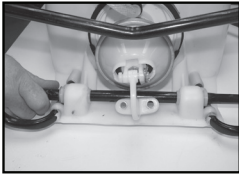

**Figura 1**
- 2) Quite las 2 roscas que sujetan la palanca del pivote con el eje de la bomba (Figura 1).